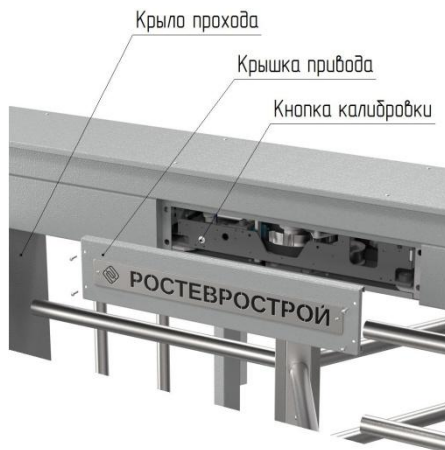

Рис. 7
**Режим калибровки.** Режим предназначен для установки исходного (нулевого) положения лопастей. Это может потребоваться, например, при замене датчика углового положения лопастей. Для перевода турникета в режим калибровки необходимо снять крышку привода (Рис.7) и нажать красную кнопку включения режима калибровки (кнопка расположена на боковом ребре корпуса привода). При включении режима калибровки раздается прерывистый звуковой сигнал и мигает зеленым индикатор прохода одного из направлений (другой проход горит красным).